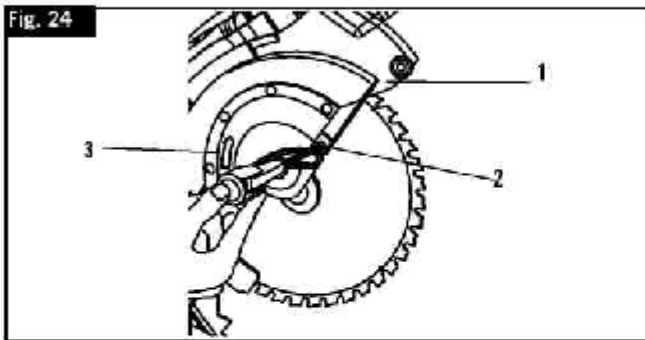

Fig. 29
- Otáčejte šroubem (2 fig.29) proti směru hodinových ručiček, abyste mohli pohnout motorem odpředu.
- Otočte šroubem (2 fig. 29) po směru hodinových ručiček, abyste motor vrátit zpět. Nestrhněte závit.